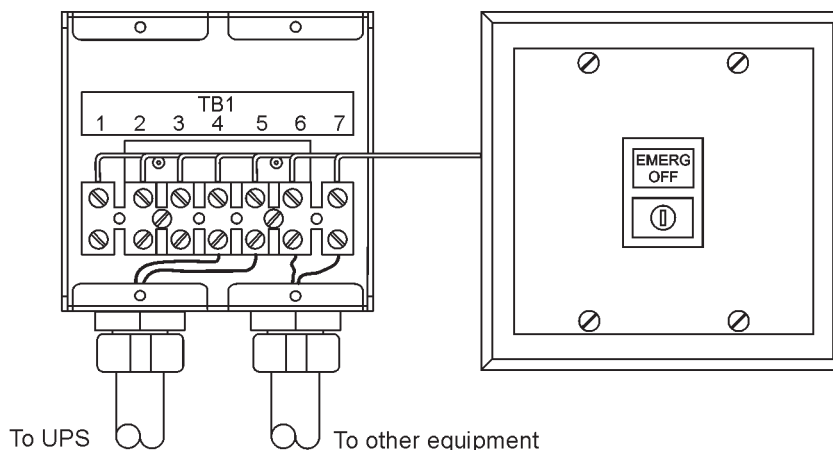

Рис. 4-27. Удаленный выключатель EPO
Удаленный выключатель EPO используется при аварийных ситуациях для дистанционного выключения ИБП и питания критической нагрузки. Рис. 4-27 показывает удаленный выключатель EPO
12. Если необходимо, подключите проводку удаленного выключателя EPO к выключающей цепи защитных устройств. Нормально-разомкнутый (НР) контакт находится между клеммами 6 и 7 удаленного выключателя EPO (где применимо), как показано на Рис. 4-27. Проводка удаленного выключателя EPO должна подключаться согласно электротехническим правилам и нормам.